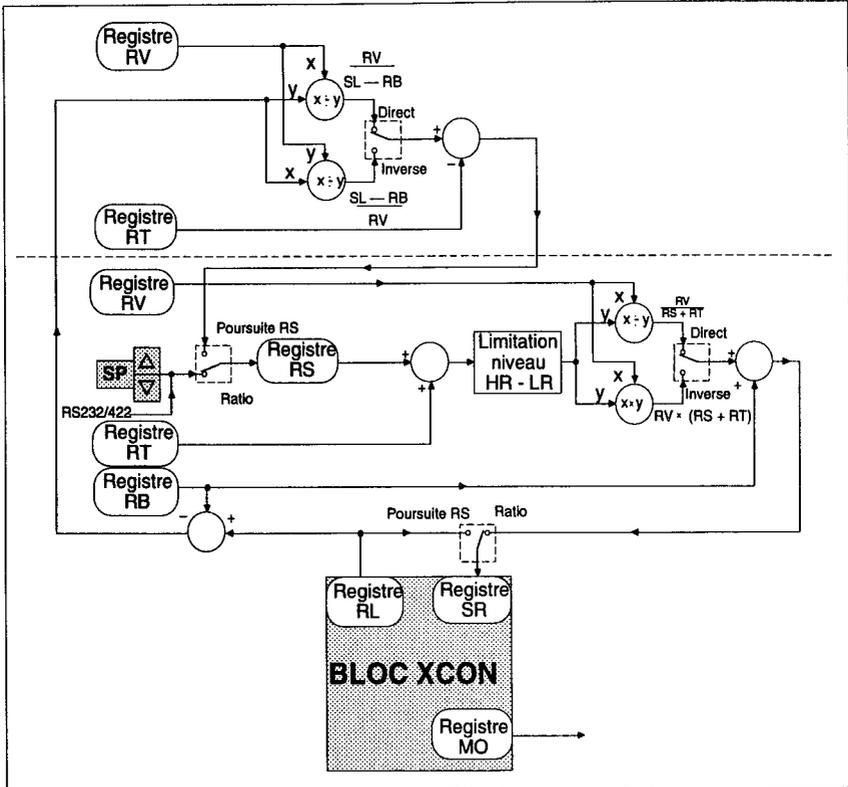

Figure 4.34 Schéma bloc RCON
Voir figure 4.34. Le bloc de régulation ratio RCON est en fait un bloc de régulation XCON adapté pour effectuer une *régulation ratio* sur une variable procédé secondaire (RV). Dans la régulation RATIO, le point de consigne SR est essentiellement une *proportion* directe ou inverse d'une entrée de mesure secondaire RV. La constante de proportionnalité est le paramètre de consigne ratio RS (réglé par RT) et peut être réglée par la face-avant, le schéma de boucles ou l'une ou l'autre liaison de données, ce qui